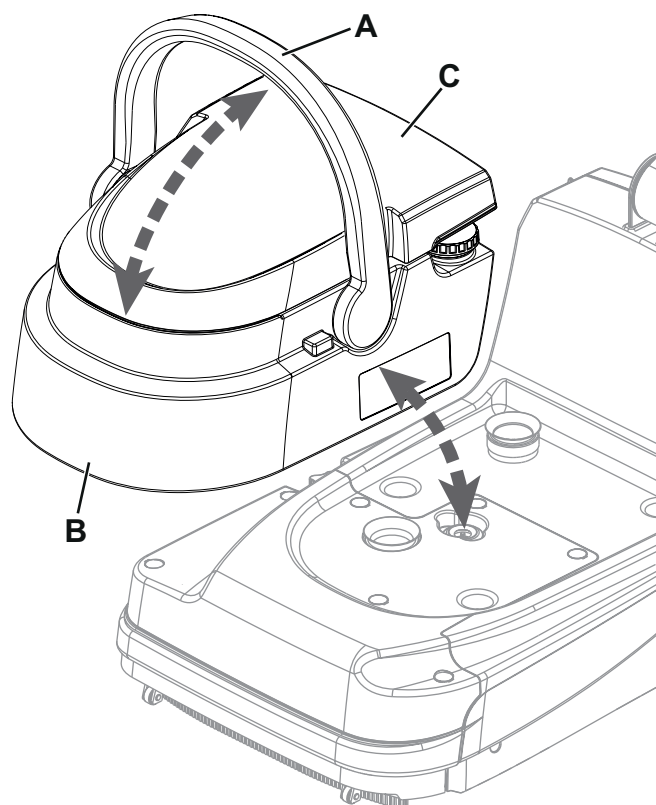

Abbildung 6
3. Den Griff (A, Abb. 6) drehen und in der Hand halten, um das Tankfach (B) aus dem Gerät zu heben.
4. Den Deckel (C) abnehmen und den Schmutzwassertank entleeren, am Arbeitsende den Tank mit Frischwasser spülen.